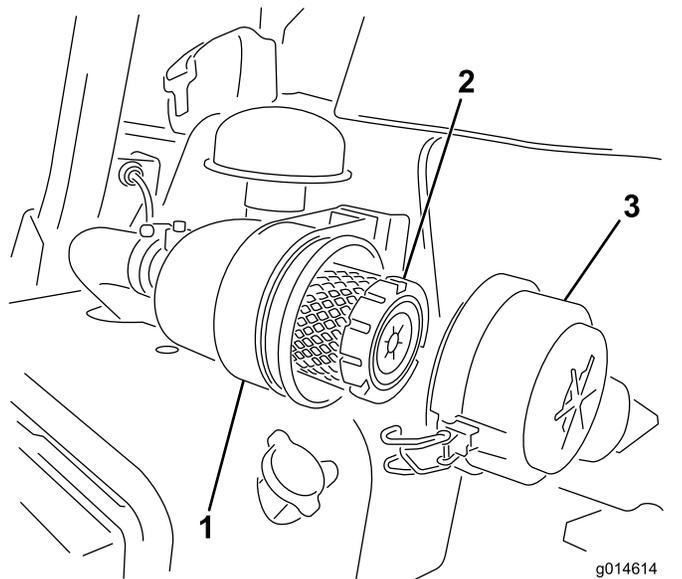

図 44
1. エアクリーナのカバーをボディに固定しているラッチを外す(図 44)。
- ラッチをしっかりと掛ける 図 44。